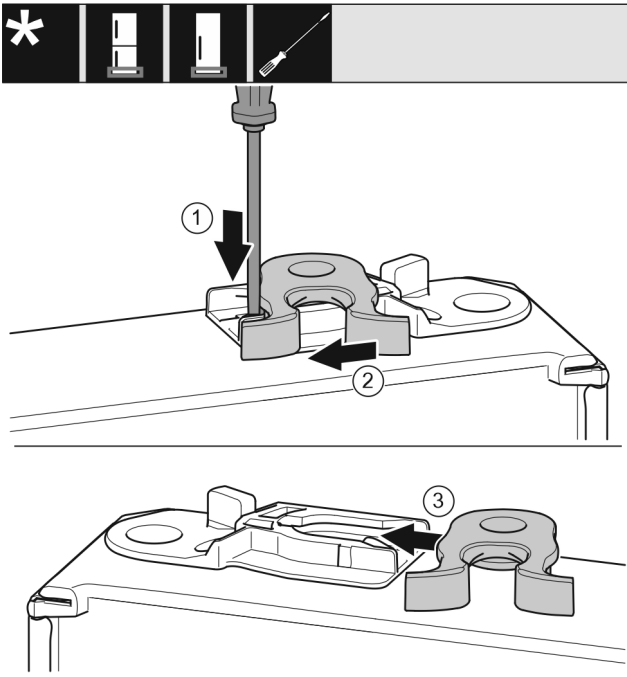

Fig. 19
- 用带槽螺丝刀向下按住接片 Fig. 19 (1)。
- 将锁钩 Fig. 19 (2)从导向装置拉出。
- 将另一侧的锁钩 Fig. 19 (3)推入导向装置。